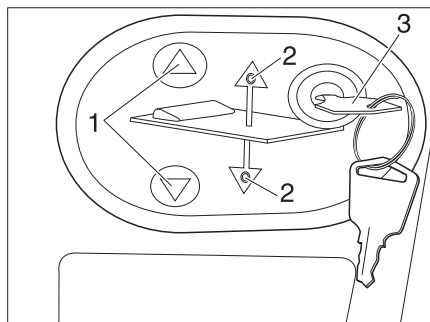

Fig. 166 Panel de mando de la cama elevada eléctrica
- Introducir la llave (Fig. 166,3) en el panel de mando.
- Pulsar y mantener pulsada la tecla  (Fig. 166,1). La correspondiente LED (Fig. 166,2) se enciende y la cama elevada baja a la posición media y luego se detiene.
- Pulsar y mantener pulsada la tecla  (Fig. 166,1). El LED correspondiente (Fig. 166,2) se enciende y la cama elevada se mueve hasta abajo del todo.